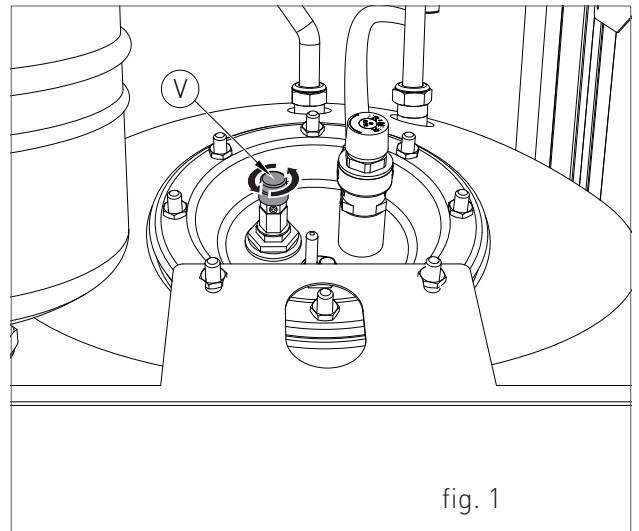

fig. 1
- › estrarre i pannelli '4-5-6-7-8' (fig.1), fissati a pressione, esercitando forza verso l'esterno.
- > Seguire la procedura descritta al capitolo 'ACCESSO ALLA CALDAIA' e ruotare il pannello '2' (fig.1);
- › collegare un tubo flessibile al rubinetto di scarico dell'impianto 'RS' (fig. 1) e collocare l'altra estremità del tubo flessibile ad un adeguato scarico;
- › ruotare il rubinetto di scarico dell'impianto 'RS' (fig. 1);
- › quando tutta l'acqua è defluita, chiudere le valvole di sfiato dei radiatori ed il rubinetto di scarico dell'impianto 'RS' (fig. 1).
- › ruotare il rubinetto di scarico del boiler 'RB' (fig.1);
- › ad operazione terminata, chiudere il rubinetto di scarico del boiler 'RB' (fig.1) e tutti i rubinetti di erogazione precedentemente aperti.
- › collegare un tubo flessibile al rubinetto di scarico del boiler 'RB' (fig.1) e collocare l'altra estremità del tubo flessibile ad un adeguato scarico;
Per verificare lo stato dell'anodo allentare la valvola 'V' (fig.1) situata nella parte superiore del boiler.
Se c'è fuoriuscita di acqua dalla valvola 'V' (fig.1) si deve provvedere alla sostituzione dell'anodo, perchè risulta essere usurato. Alla fine dell'operazione di verifica richiudere la valvola.